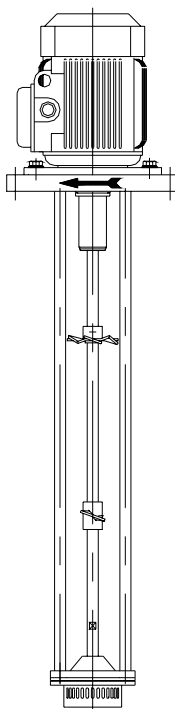

Figura 5.1
3. Verificar que el sentido de giro del rodete es correcto (sentido de giro horario visto desde el lado del accionamiento). Ver figura 5.1.